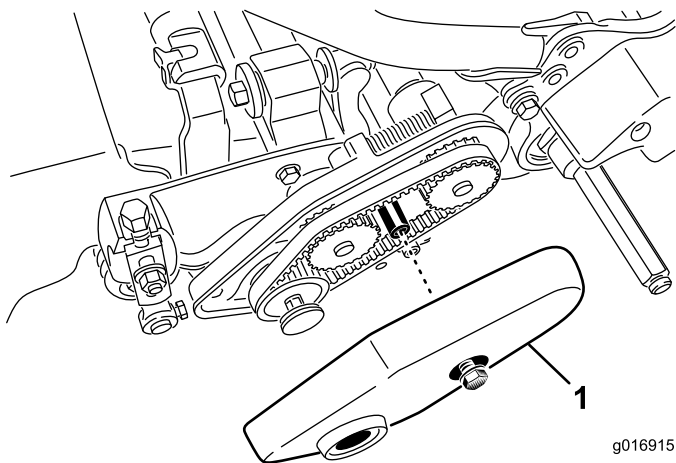

Bild 20
2. Lösen Sie den Bundbolzen, mit dem die Riemenabdeckung befestigt ist, und nehmen Sie die Riemenabdeckung ab, um an den Riemen freizulegen (Bild 20).